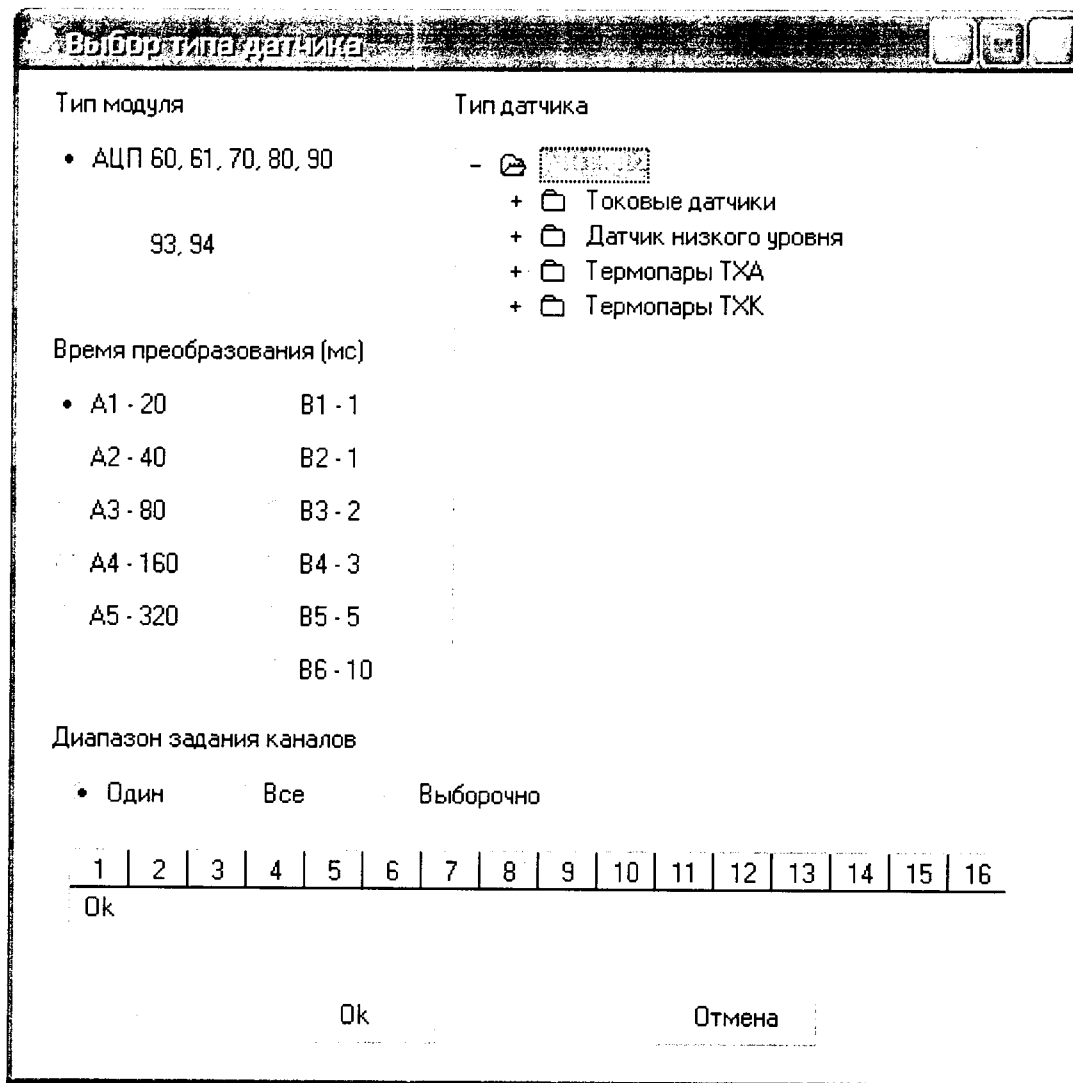

Рисунок 5 - Рабочее окно «Выбор типа датчика»
6.4.2.17 Для формирования задания каналу - нажать на строку отображающую канал, должно появиться диалоговое окно «Выбор типа датчика» (рисунок 5).